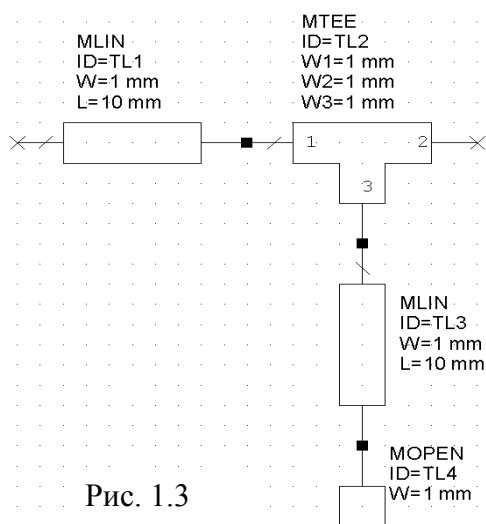

Рис. 1.3
7. Щёлкните по группе **Other** (Другие) в верхней части левого окна. Найдите элемент **МОПЕН**, перетащите его в окно схемы, три раза щёлкните мышкой, чтобы развернуть этот элемент. Соедините элемент **МОПЕН** с нижним концом элемента **MLIN** (**ID=TL3**). Должна получиться схема, показанная на рис. 1.3.